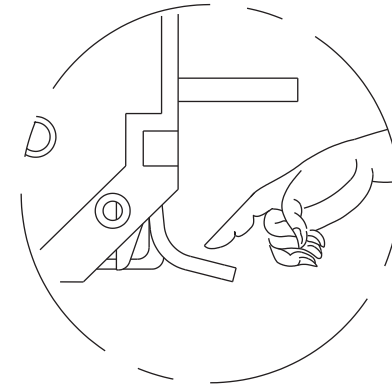

图6 取出卡片视图1
- 1~3通道: 按压右侧的扳杆，卡片自动向上弹起，如图6所示；